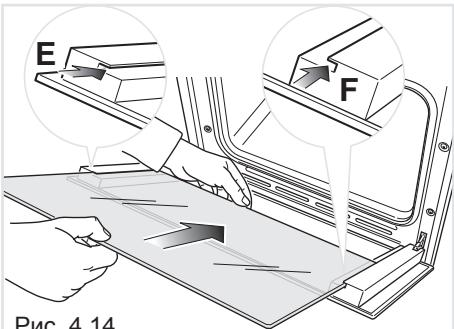

Рис. 4.14
- Вставьте внутреннее стекло в левую «E» и правую «F» боковые направляющие (Рис. 4.14) и слегка прижмите его к стопорам «H» (Рис. 4.15).